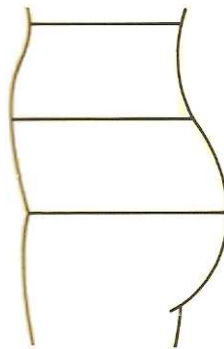

Figure 7 : Forme droite sans emboîtement ⁽²⁹⁾
- Forme droite sans emboîtement : pour homme surtout et quelquefois pour femme, abdomen peu bombé (Figure 7) ;